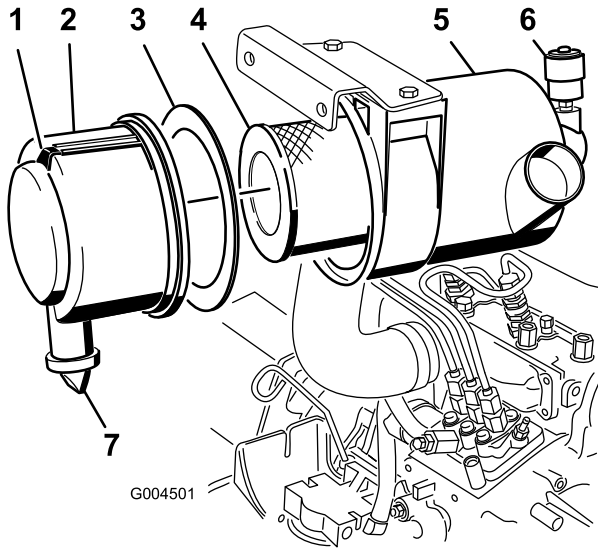

図 45
- エア・クリーナの整備はインジケータ(図 45)が赤色になっていたら、または 400 運転時間ごと(非常にホコリのひどい場所ではよりひんぱんに)行ってください。エア・フィルタの整備のしすぎはかえってよくありません。
- ラッチを引いて外し、カバーを左にひねってボディーからはずす(図 45)。
- ボディーからカバーを外す(図 45)。
- 1次フィルタ(図 45)を取り外して交換する。
- カバーの内側に発泡樹脂製のガスケットが正しく(破損せずに)ついていないことを確認する(図 45)。破損しているガスケットは交換する。
- カバーからゴム製の出口バルブを取り外す(図 45)。
- インジケータ(図 45)が赤になっている場合はリセットする。